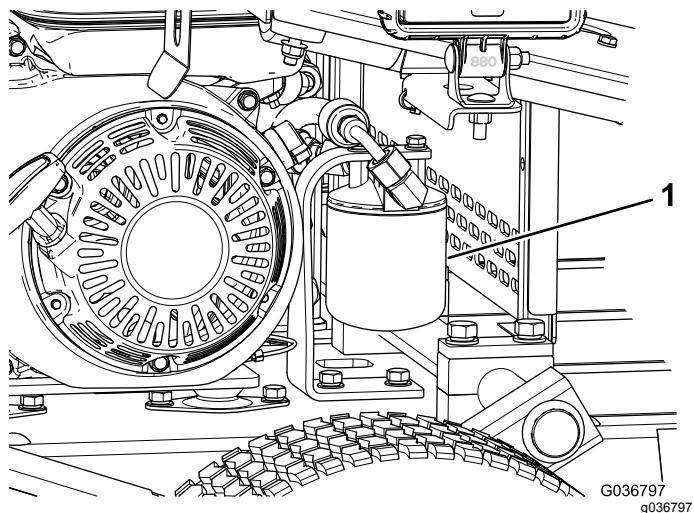

图36
5. 在滤芯下面放置一个放油盘并拆下滤芯 (**图36**)。